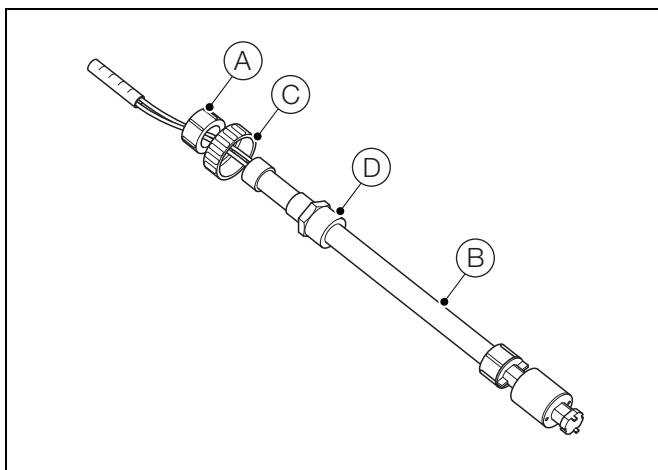

Abb. 4.12 Füllstand-Sensor für Reagenzlösungen
Beim Installieren der Reagenzien ist vorsichtig vorzugehen, um eine Kontaminierung zu vermeiden. Halten Sie den Füllstand-Sensor für Reagenzlösungen trocken, und vermeiden Sie die Berührung des Schaftes. Halten Sie den Füllstand-Sensor am Klemmring (A), siehe Abb. 4.12.